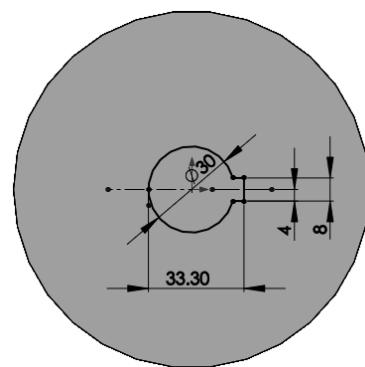

图 9-81 在右视基准面上绘制安装孔草图
- [2] 在右视基准面上绘制安装孔和键槽草图，如图 9-81 所示。